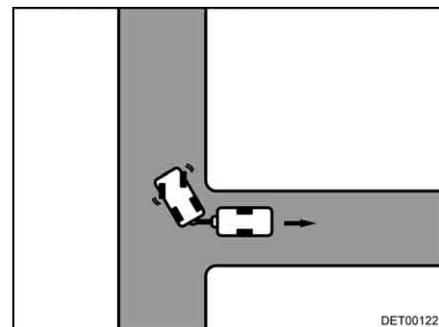

Fig. 15 Girar el volante hacia la derecha
- Girar el volante hacia la derecha y desplazarse hacia atrás con precaución (Fig. 15).